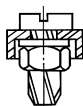

Bild 3.2.1.2.a: Druckausgleichsschraube
- mitgelieferte Druckausgleichsschraube (siehe Bild 3.2.1.2.a) einsetzen.